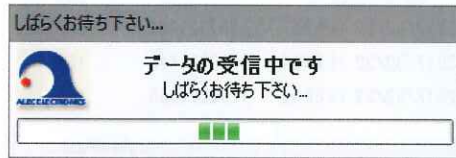

図 3.11 データ受信中
- (1) 当ソフトを起動し[通信 > 測定データ受信]とクリックし“測定データ受信”画面にします。
- (2) 表示部とパソコンを接続し、表示部を“通信モード”にします（表示部の“通信モード”への操作方法は表示部のマニュアルをご確認ください）。
- [データ受信]ボタンをクリックするとメモリー内の測定データを受信します。（図 3.11）